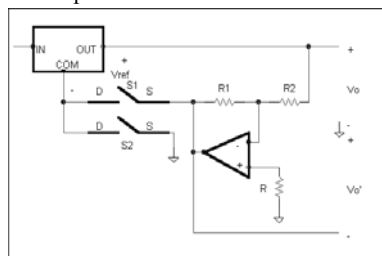

Figura 3
4.- Considereu, en el circuit de la figura 3, els paràmetres no ideals associats al multiplexor (r_{on} , i I_{D0}) i a l'amplificador operacional (I_p , I_n i V_{os}). La referència de tensió subministra un valor V_{ref} entre els seus terminals OUT i COM. A més a més hi circula, en el cas més desfavorable, un corrent de sortida I_Q pel terminal COM. Considerant aquestes condicions: